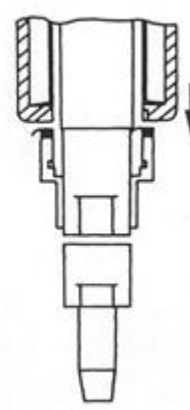

図3
4. ロックナットをトレーサー本体から緩め、マグネットローラーが緩まぬように固定してください。(図3)